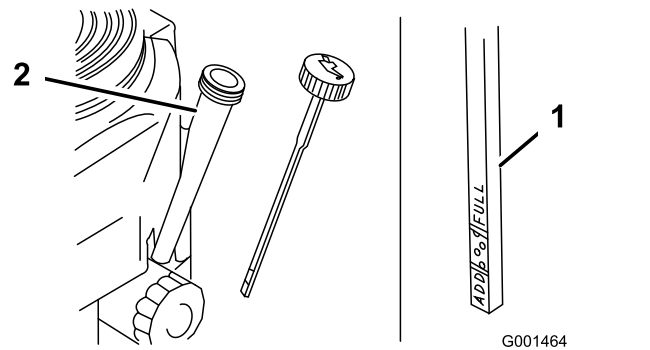

Figura 25
- Limpie alrededor de la varilla de aceite (Figura 25) para impedir que caiga suciedad por el orificio de llenado y cause daños en el motor.
- Desenrosque la varilla de aceite y limpie el extremo (Figura 25).
- Deslice la varilla a fondo en el tubo de llenado, pero no la enrosque en el tubo (Figura 25).
10. Vierta lentamente un 80% aproximadamente de la cantidad especificada de aceite por el tubo de llenado (Figura 25).